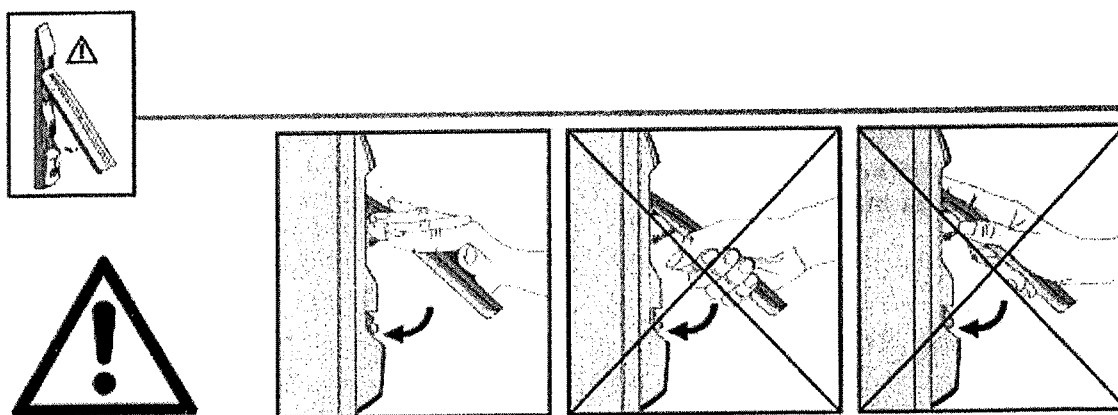

Рисунок 1 – Меры предосторожности при эксплуатации ручки с замком
1.3.3 Дверь(и) шкафа снабжена(ы) ручкой(ами) с замком(ами), закрывающимся(ися) при помощи ключа. Меры предосторожности при эксплуатации ручки с замком см. рис.1.